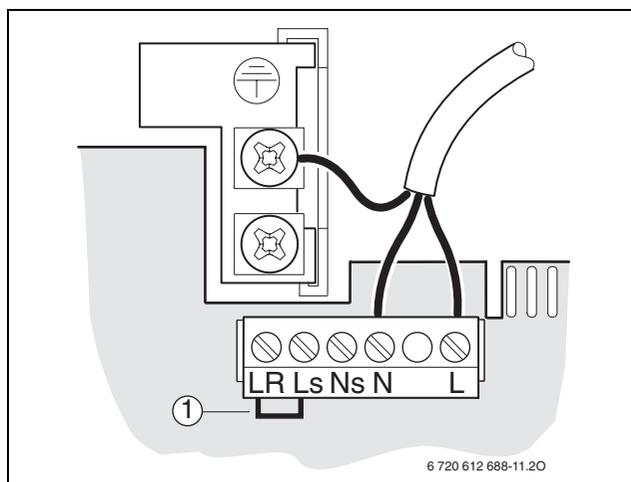

Fig. 20
I termostati o cronotermostati di tipo ON-OFF devono essere collegati ai morsetti LR/LS, → fig. 20. In questi casi, è necessario eliminare il ponticello (pos. 1) di serie.